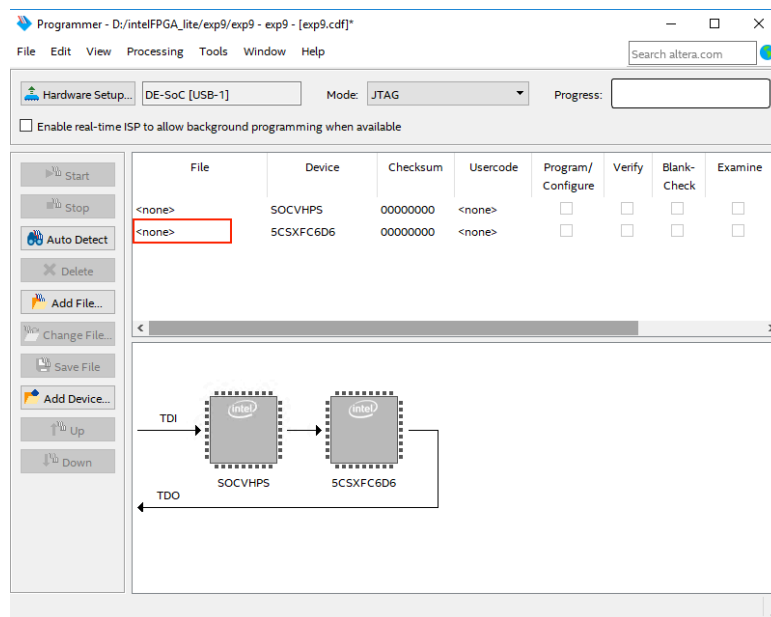

图 1-7: 编程设置初始界面
2. 打开编程器界面，点击 **Auto Detect**。这时会显示 SOC 芯片和 FPGA 芯片 5CSXFC6D6，如图 1-7。